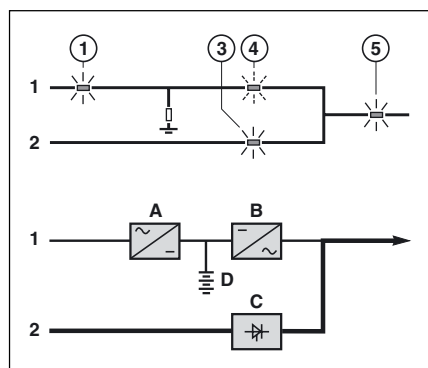

Abb. 11
(Siehe Abb. 11)
► Ohne Entladung der Batterie: siehe Abb. 11.